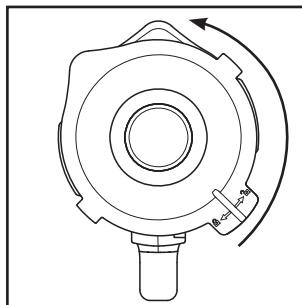
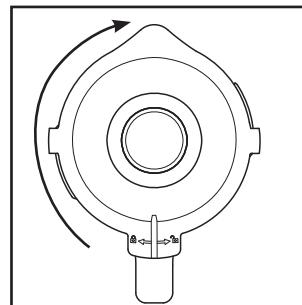

Abb.1
Abb.2
- 1) Nehmen Sie den Mixaufsatz **③** gerade nach oben vom Motorblock **⑥** ab.
- 2) Entfernen Sie den Deckel **②**, indem Sie ihn so weit gegen den Uhrzeigersinn Richtung Position  drehen (siehe Abb. 1), bis Sie ihn nach oben abziehen können.
- 3) Befüllen Sie den Mixaufsatz **③**. Überschreiten Sie dabei niemals die MAX-Markierung.
- 4) Drücken Sie den Deckel **②** versetzt wieder fest auf den Mixaufsatz **③** auf. Schließen Sie den Deckel **②**, indem Sie ihn im Uhrzeigersinn in die Position  drehen, bis er hörbar einrastet (siehe Abb. 2). Achten Sie darauf, dass die Ausgießnase am Mixaufsatz **③** verschlossen ist. Nur wenn der Deckel **②** bündig aufgesetzt ist, kann der Motor starten.